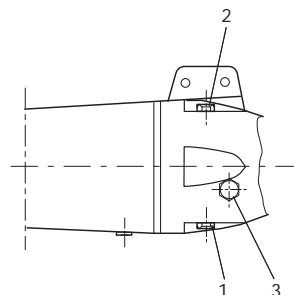

Рис. 21 Положение пробок сливного отверстия и отверстия для заливки масла
- Удалить пробку (поз. 2). См. рис. 21.